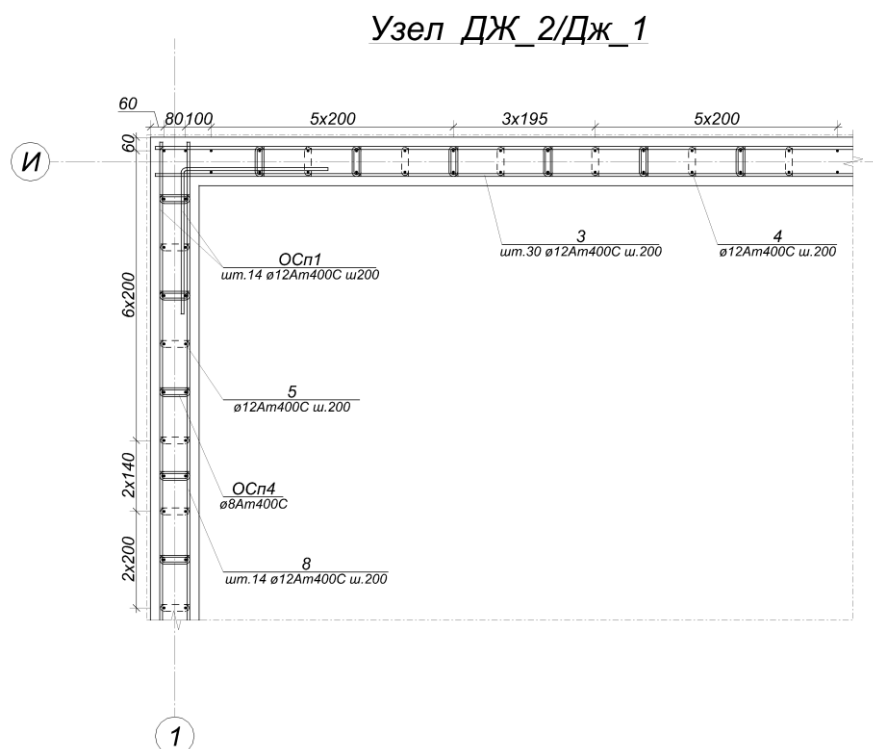

Рис. 24.28. Вузол армування стін ДЖ\_2/ДЖ\_1
- Аналогічним способом створіть марки-виноски для всіх вертикальних і горизонтальних зон армування (рис. 24.28). При необхідності, використовуйте команду  **Перенесення вершини** (панель **Коригування** на вкладці **Анотації**), щоб відредагувати положення виноски.
- Виконайте оброзмірювання зон армування, послідовно вказуючи стержні (рис. 24.28).